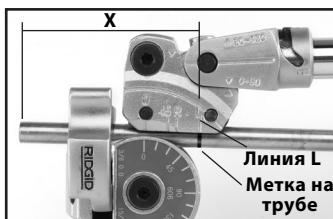

Рис. 6 – До гибки
- Нанесите на трубу метку на требуемом расстоянии (X) от элемента (конец трубы, изгиб и пр.). Центр колена изгиба будет находиться на этом расстоянии от элемента.
- Если элемент находится **СЛЕВА** от метки (см. рис. 6 – До гибки), совместите метку на трубе с линией "L" на картеке.